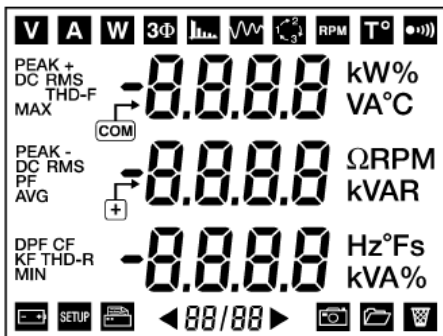

图 64: 开机画面一
- 当屏幕显示开机画面一（图 64）时，按下黄色 $\blacksquare$ 按键并保持，直到主机发出一声哔鸣声